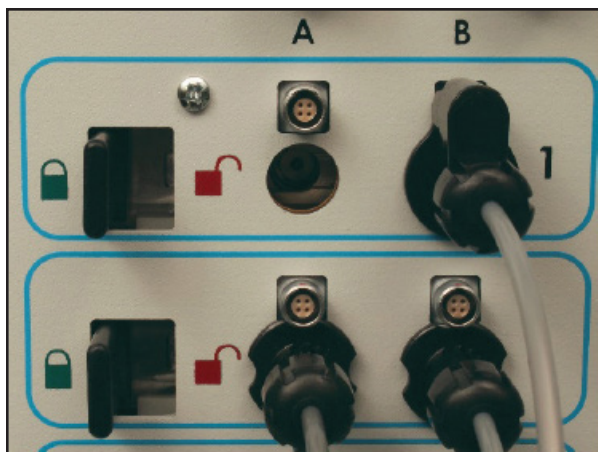

Figura 9. Bloccaggio dell'ago nel canale
4. Dopo aver inserito uno o più aghi nel canale desiderato, bloccare il canale allontanando la barra di bloccaggio dal centro del sistema (Figura 9).